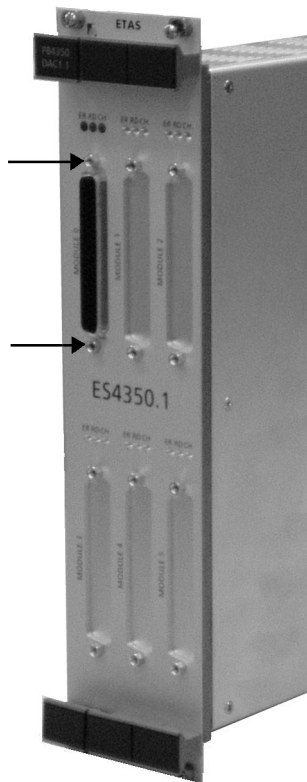

Abb. 1-3 Entfernen der Schrauben bereits vorhandener I/O-Module
1. Entfernen Sie bei jedem bereits eingebauten I/O-Modul die in Abb. 1-3 markierten Schrauben mit einem 4,5 mm Steckschlüssel.